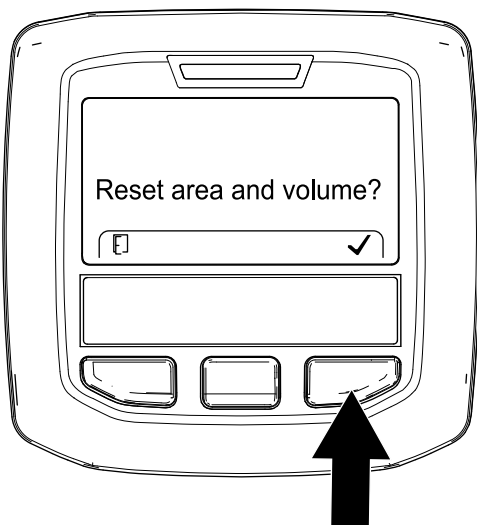

Figura 110
6. În ECRANUL DE RESETARE ZONĂ I VOLUM, apăsai butonul din dreapta InfoCenter (Figura 110).